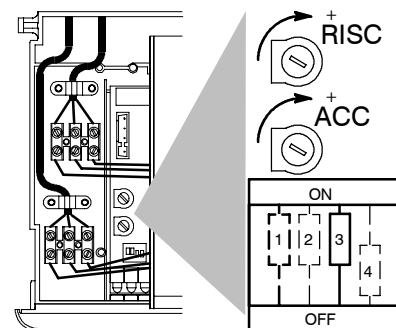

fig. 7.5
tore "3" fig. 7.5 in posizione OFF ed agire sul potenziometro "ACC" con un cacciavite appropriato fino a ottenere un'accensione corretta (consultare la tab. 7.3). Ad operazione terminata riposizionare il micro selettore "3" in posizione ON.
- 1 Agire con un cacciavite appropriato sul potenziometro di regolazione "RISC" fig. 7.5 Ruotando il potenziometro in senso antiorario la pressione del gas al bruciatore diminuisce.